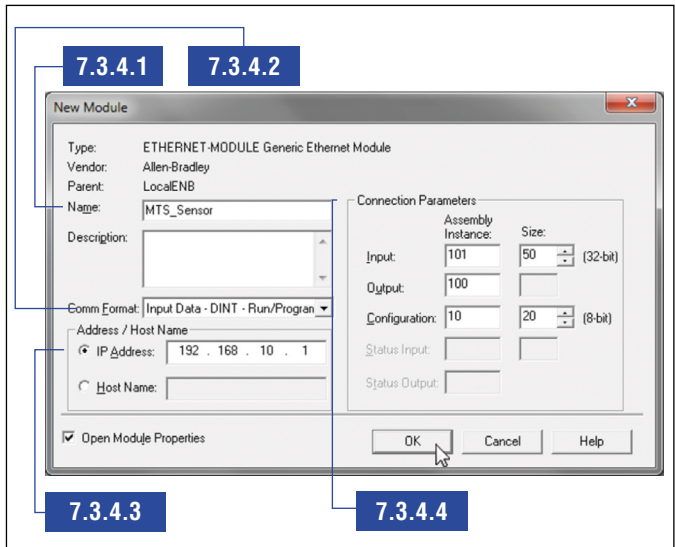

Abb. 124: „New Module“-Fenster
- e. Setzen Sie den Haken bei dem Kontrollkästchen „Open Module Properties“ unten links und bestätigen Sie Ihre Angaben durch Klicken der Schaltfläche „OK“ (Abb. 124).